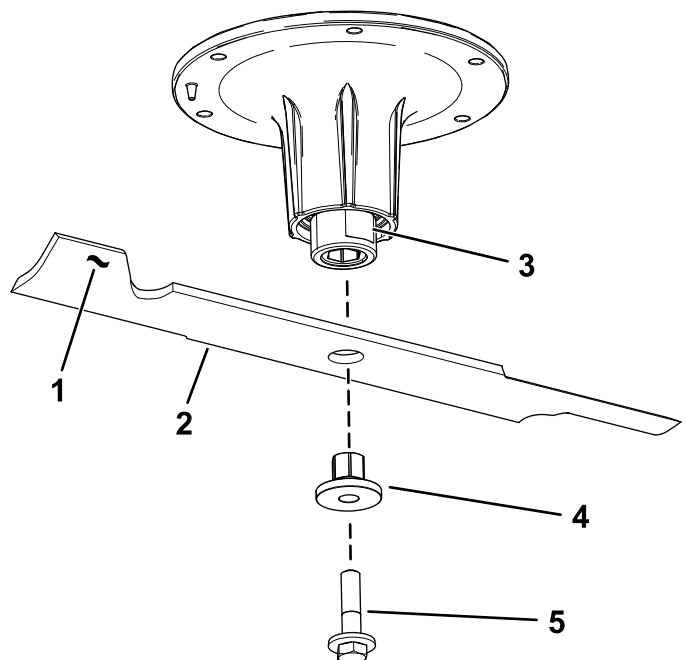

Figura 75
2. Retire a cavilha da lâmina, o casquilho, e a lâmina do eixo (Figura 75).